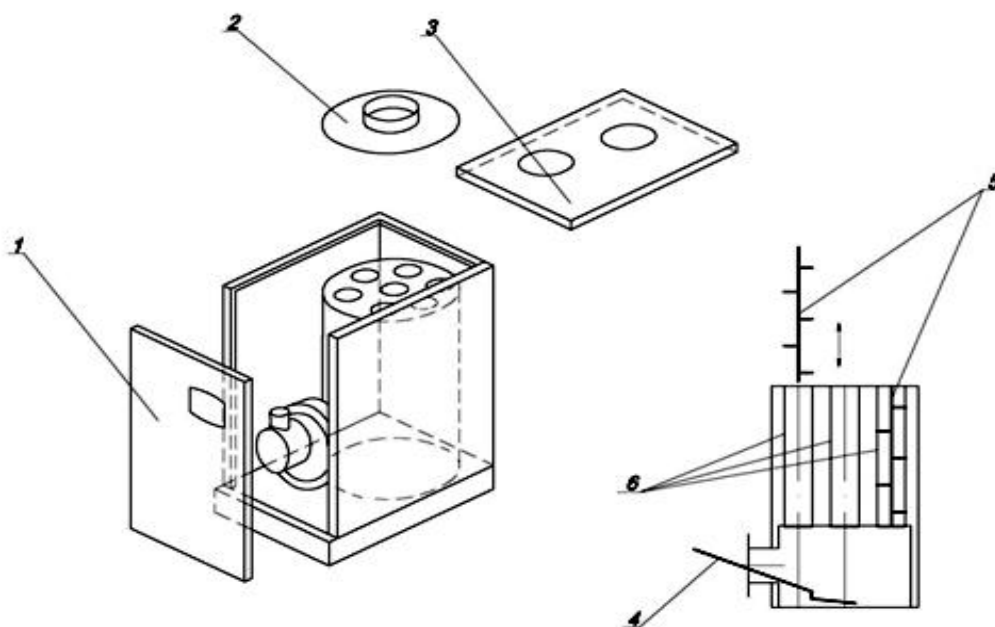

Рис.4
- ◆ Снять верхнюю часть облицовки котла (см.рис.4 поз.1,3)